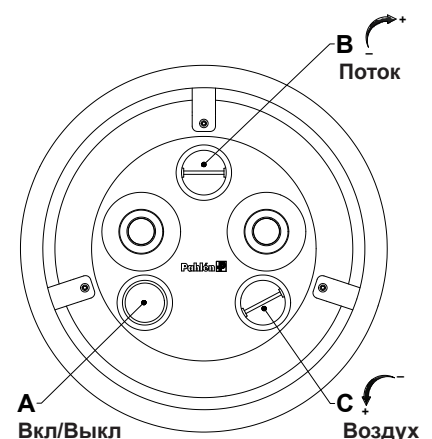

Рис.1.
8. Проверьте, что направление вращения электродвигателя совпадает с направлением вращения указанным на корпусе насоса. Откройте вентили. Полностью заполните насос водой перед запуском при помощи стартовой кнопки (А рис.1) на панели из нержавеющей стали.
9. Мощность потока может регулироваться при помощи ручки (В рис. 1), расположенной над соплами. Струю со смешиванием воздуха можно получить, вращая ручку (С рис.1), расположенную под соплами.
9. Мощность потока может регулироваться при помощи ручки (В рис.1), расположенной над соплами. Струю со смешиванием воздуха можно получить, вращая ручку (С рис.1), расположенную под соплами.
Проверить перед запуском, открыты ли все впускные и выпускные вентили. Jet Swim-насос запускается и останавливается при помощи воздушного импульса с использованием стартовой кнопки (А), панель из нерж.стали, см. рис. 1. Мощность потока может регулироваться при помощи ручки (В), см. рис. 1. Струю со смешиванием воздуха можно получить, вращая ручку (С), расположенную под соплами, см. рис. 1.